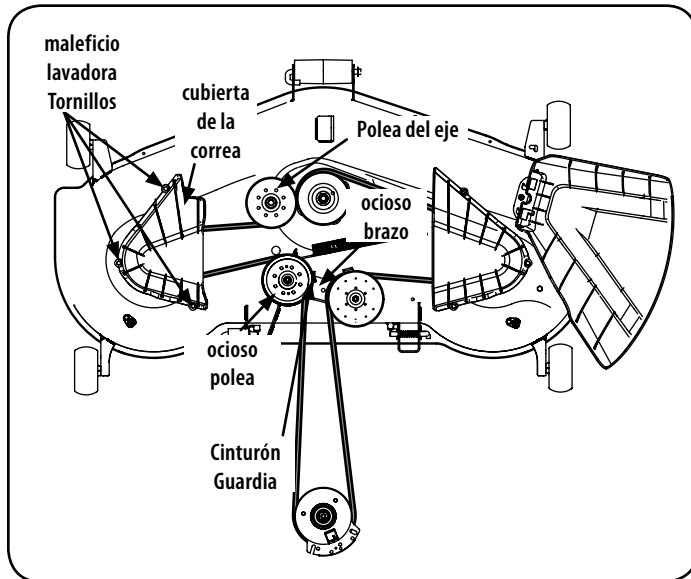

Figura 20
2. Quite los tornillos de la arandela hexagonales cubiertas de la correa de la cubierta. Ver Figura 20 para 46" and 54" plataforma and ver Figure 39 para 42" plataforma.
- c. Instalar la nueva correa alrededor de las poleas del eje como se muestra y vuelva a instalar la cinta cubre. Ver Figura 20.
- e. Coloque la correa como se muestra en la Figura 20 y vuelva a instalar la cubierta (consulte Instalación de la plataforma).